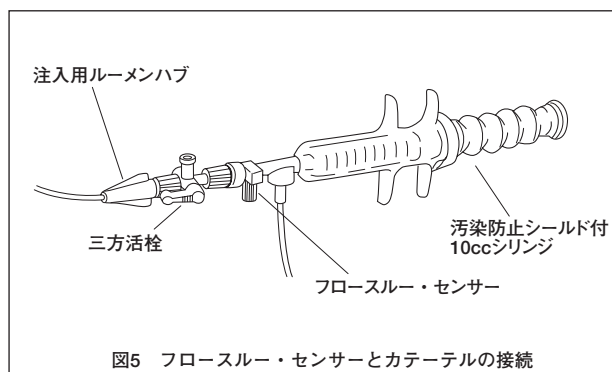

図5 フロースルー・センサーとカテーテルの接続
1. システム内に空気がないことを確認します。フロースルー・センサーをカテーテル注入用ルーメンの三方活栓に接続します（図5）。